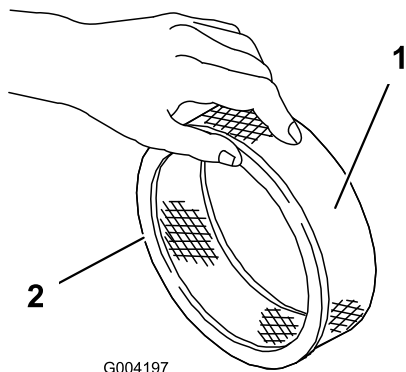

Figura 146
5. Verifique se o filtro de papel tem rasgões, película de óleo ou o vedante de borracha danificado (Figura 146).